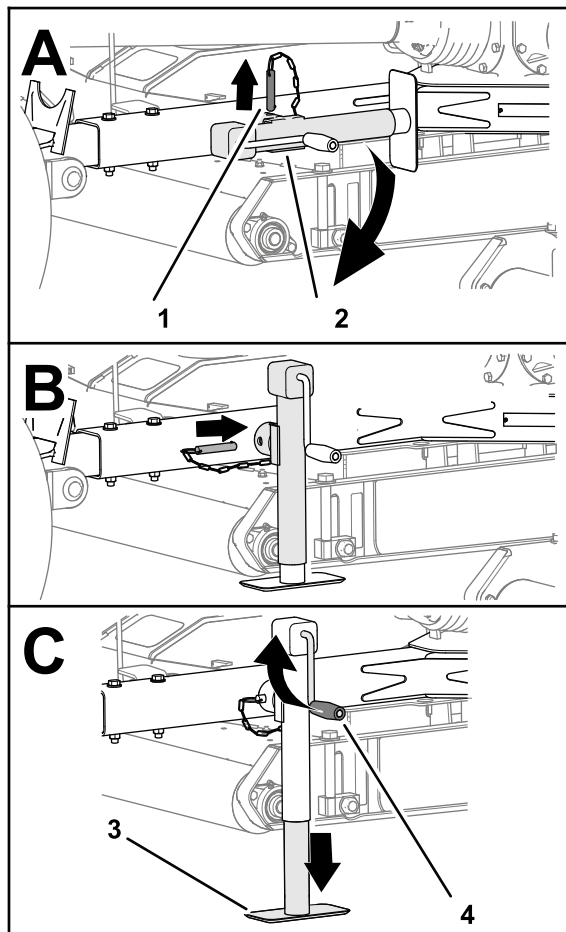

図 23
3. ピンを抜いて牽引バージャッキを立てる図 23。
4. 牽引バーの穴を、ジャッキの穴に合わせる図 23。
5. 牽引バーの穴とジャッキの穴にピンを通す図 23。
2. ジャッキハンドルで、ジャッキパッドを完全に上まで上げる図 23 牽引バージャッキの使い方 (ページ 15) を参照。